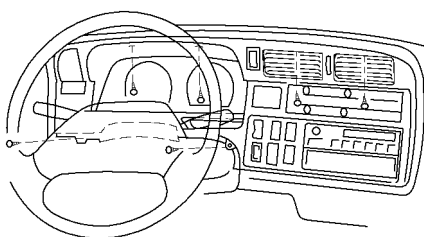

图 9-5 拆下组合仪表
(1) 从蓄电池上脱开负极电缆。
(2) 拆下仪表下罩板。旋下 3 个螺钉拆下下罩板，并脱开节气门钢索。
(3) 拆下转向柱罩壳。
(4) 拆下组合仪表罩板。旋下 6 个螺钉，拉出罩板，并脱开配线接插件。
(5) 拆下组合仪表。旋下 4 个螺钉，拆下组合仪表，如图 9-5 所示，并脱开速度表传动软轴和配线接插件。
(6) 拆下加热器管道。
(7) 从总泵上脱开贮液箱软管。
(8) 拆下夹扣和 U 形销。
(9) 旋下离合器管路的管接头。使用管接头螺母 10×12mm 扳手旋下管接头。